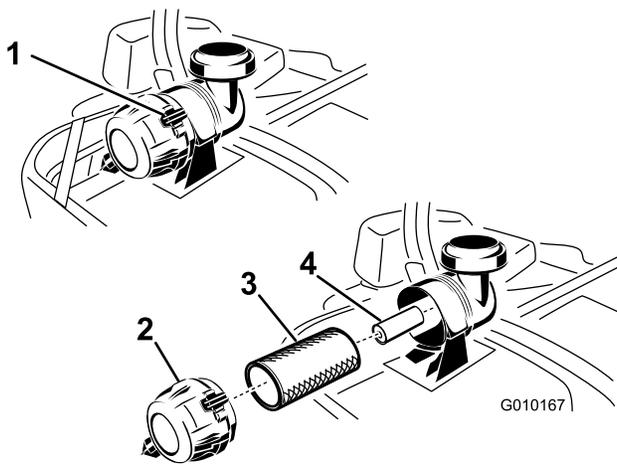

Figura 51
3. Presione hacia abajo para abrir los enganches del limpiador de aire y tire de la tapa del limpiador de aire para separarla de la carcasa del limpiador de aire (Figura 51).
5. Extraiga con cuidado el filtro primario del cuerpo del limpiador de aire (Figura 51). Evite golpear el filtro contra el lado de la carcasa.
1. No limpie el filtro de papel, cámbielo (Figura 51).
2. Si va a cambiar el filtro secundario, deslícelo cuidadosamente en el cuerpo del filtro (Figura 51).
3. Deslice cuidadosamente el filtro primario por encima del filtro secundario (Figura 51). Asegúrese de que está bien asentado empujando sobre el borde exterior del filtro mientras lo instala.
4. Instale la tapa del limpiador de aire y gírela hasta que los enganches la bloqueen en su sitio (Figura 51).